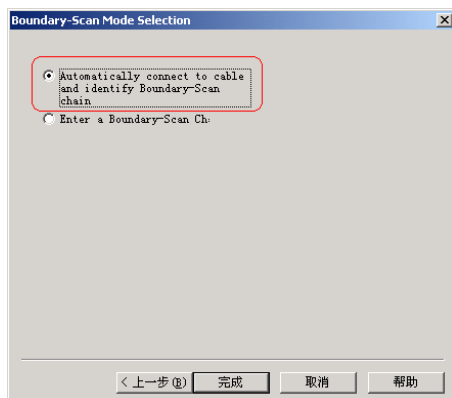

图9-96 选择 Boundary-Scan 连接检测方式
- (4) 单击 **下一步(N) >** 按钮，按图 9-96 所示选择自动连接到下载电缆并检测 Boundary-Scan 连接链 “Automatically connect to cable and identify Boundary-Scan chain”。